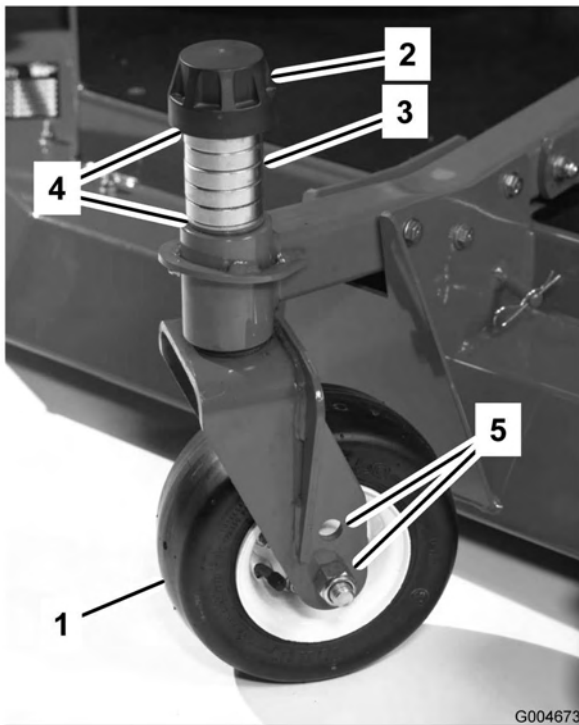

Bild 14
3. Entfernen Sie die Spannkappe von der Spindelwelle (Bild 14) und ziehen die Spindel aus dem Laufradarm heraus. Ziehen Sie zwei Beilagscheiben